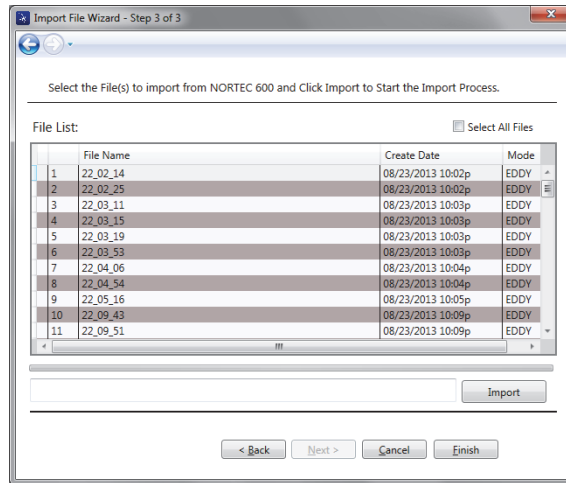

図 6-3 ファイルのインポートウィザードのファイルの選択
3. インポートするファイルを選択し（または、**Select all files**（全ファイルを選択）を選択してすべてのファイルをインポートする）、**Import**（インポート）をクリックします（307 ページの図 6-3 を参照）。